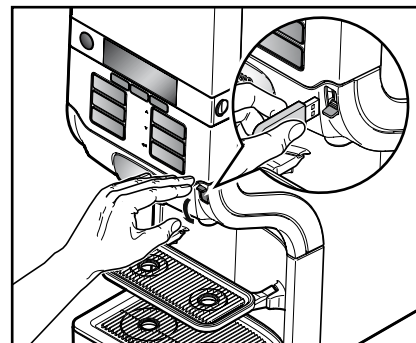

Bild 23
3. Tryck en gång till på knappen LÅS/Clear-Error för att låsa upp serveringsfunktionen igen (bild 23).
- Anslut medföljande USB-nyckel - 'tillfällig servering' - till USB-porten på apparaten (bild 23).